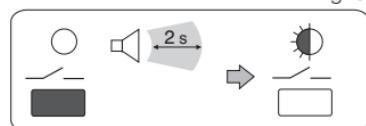

Fig. 6
- Maintenir la pression sur la touche "—" jusqu'à l'émission d'un simple signal sonore; puis la relâcher: la LED est clignotante (fig.6).